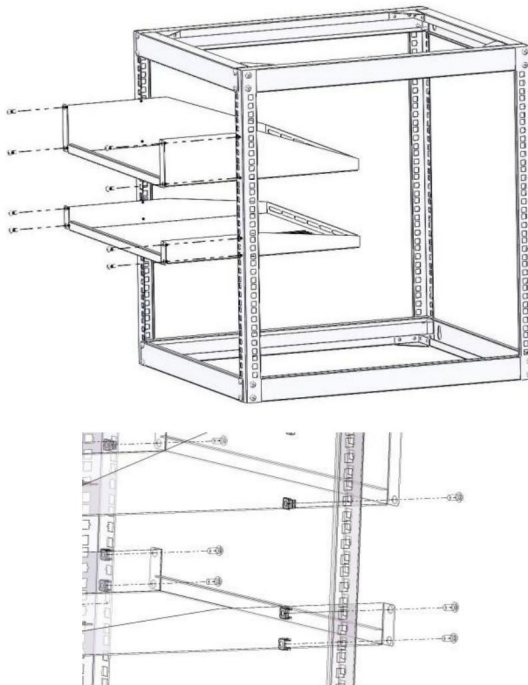

Abbildung 3
3. Platzieren Sie die obere Palette (2U) (6) und die untere Palette (1U) (7) auf dem Rack. Befestigen Sie es mit den 8 M6-Käfigmuttern (9) und 8 M6*12-Kreuzschlitzschrauben (10) (Abbildung 3).